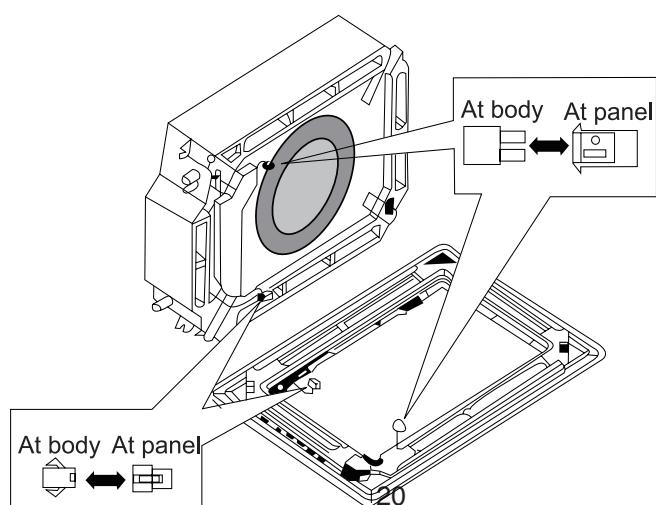

**Figure 24**
1. Installez deux boulons (accessoire) sur l'unité principale (du côté de la tuyauterie de réfrigérant et du côté opposé). Le détail est indiqué en Figure 24. Faites attention à laisser le boulon 15-20 mm dévissé de manière à pouvoir facilement accrocher le panneau.